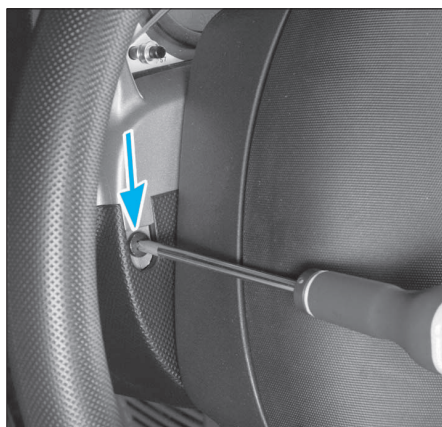

FIG. 5
- Déposer les 2 vis de chaque côté de la garniture supérieure du combiné et de la colonne de direction (fig. 5).